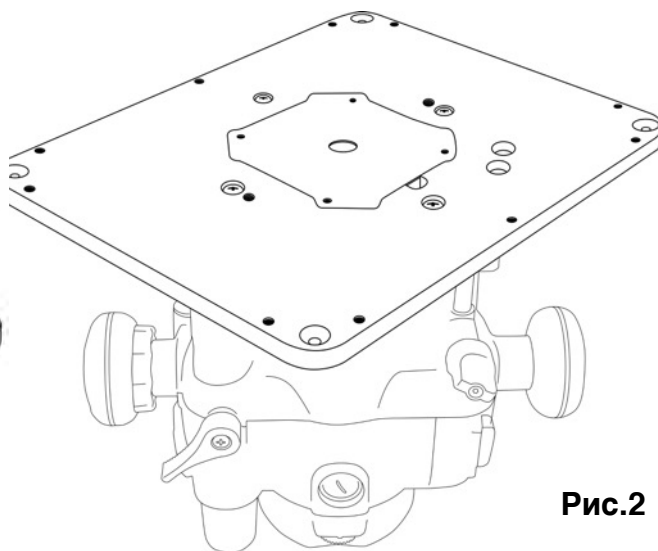

Рис.2
- крепление пластины артикул RPW02 к фрезерам Triton TRA001 и MOF001, СМТ7Е, СМТ8Е производится с помощью винтов, поставляемых в комплекте с фрезерами либо отдельно, через имеющиеся в пластине отверстия, расположенные соответственно крепёжным отверстиям в базах указанных выше моделей ручных фрезеров (Рис. 2).